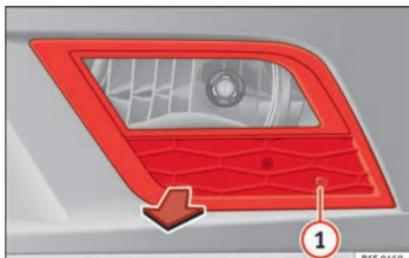

Fig. 189 Phare antibrouillard.
- Retirez la vis » fig. 189 ① de la grille du phare antibrouillard à l'aide d'un tournevis.